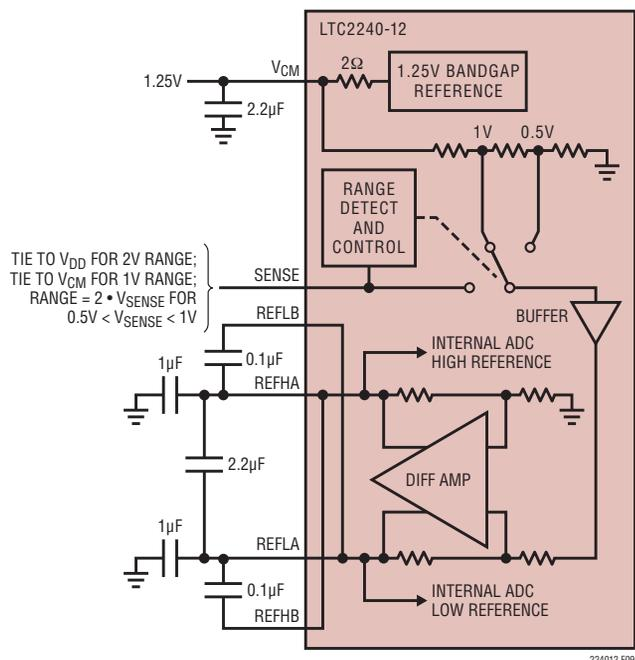

図9. 等価リファレンス回路
1.25Vのバンドギャップ・リファレンス、差動アンプ、およびスイッチングと制御の回路で構成されるLTC2240-12のリファレンス回路を図9に示します。内部電圧リファレンスはピンで選択可能な2V（差動 $\pm 1V$ ）または1V（差動 $\pm 0.5V$ ）の2つの入力レンジに設定することができます。SENSEピンを V_{DD} に接続すると2Vレンジが選択され、SENSEピンを V_{CM} に接続すると1Vレンジが選択されます。
差動アンプはADCの“H”リファレンスと“L”リファレンスを発生します。高速スイッチング回路がこれらの出力に接続されているので、これらの出力は外部でバイパスする必要があります。各出力には4本のピンが備わっています。“H”リファレンス用にそれぞれ2本のREFHAとREFHB、および“L”リファレンス用にそれぞれ2本のREFLAとREFLBです。複数の出力ピンは、パッケージのインダクタンスを減らすために必要です。バイパス・コンデンサは図9に示されているように接続する必要があります。